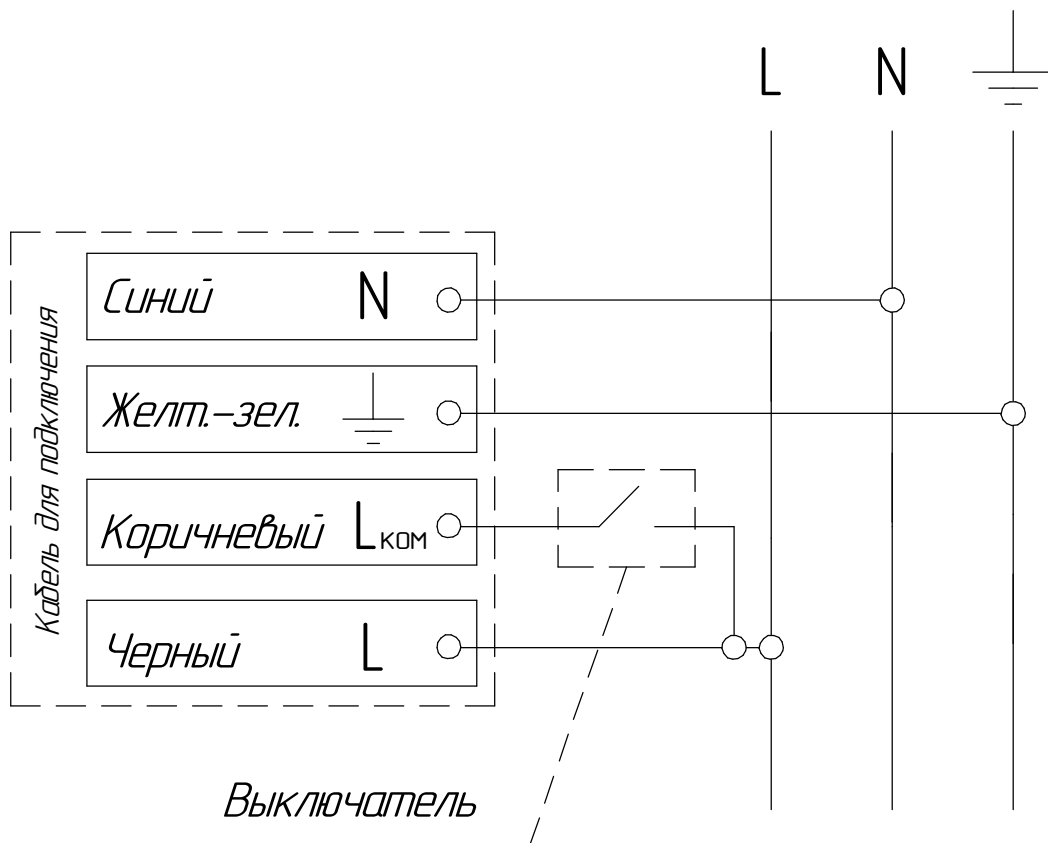

Рисунок 5 - Схема подключения светильников с блоком аварийного питания
5.5. Подключение светильника к сети. (см. рисунок 5)
5.5.1. Подключите сетевой провод к кабелю для подключения светильника в соответствии с указанной полярностью (рисунок 5).